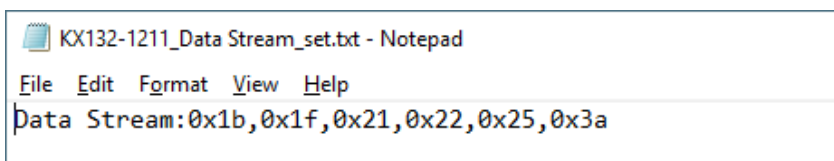

Figure 75. KX132-1211 データストリームレジスタセット
**注：**セット名にはスペースを含めることができます。次に、セット名の後にコロン「:」を付ける必要があります。レジスタの符号と HEX アドレスの前に、それぞれ「0x」が付きます。レジスタはコンマ「,」で区切る必要があり、スペースは使用できません。スペースが前に付いているレジスタは、レジスタビューに表示されません。レジスタは任意の順序でリストでき、レジスタセットファイルの順序に関係なく、レジスター・ビューアで低いものから高いものへと自動的にソートされます。データストリームレジスタセットの例を Figure 75 に示します。